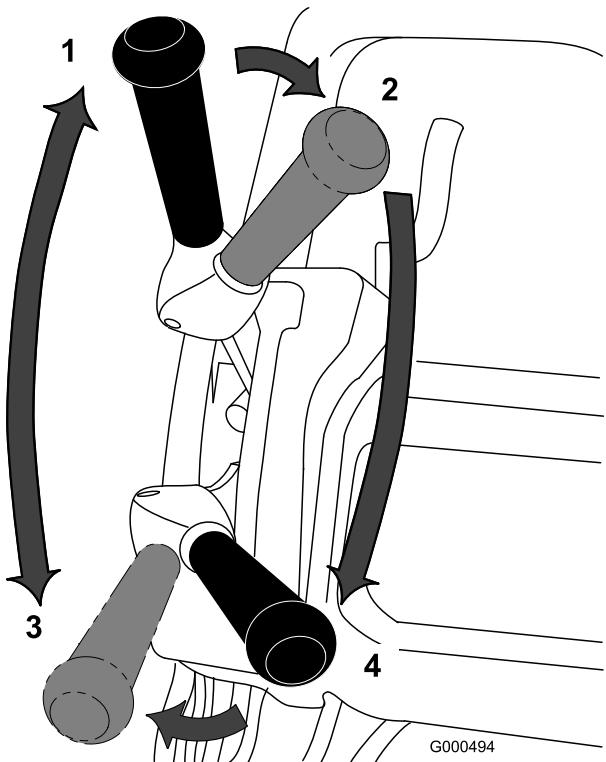

图26
- 启动发动机，将油门设置为低速，向下推动手柄以提起滚刀组，压低操作员到位控制装置，将牵引杠移至“接合”位置，使剪草机行驶到果岭的环圈上（图26）。
- 将牵引杆移至“分离”位置，然后接合滚刀驱动杆（图26）。
3. 将牵引杆移至“接合”位置，增加油门速度直至剪草机按照所需的地面行驶速度移动，将剪草机推到果岭区，放下剪草机的前端，然后开始剪草（图26）。